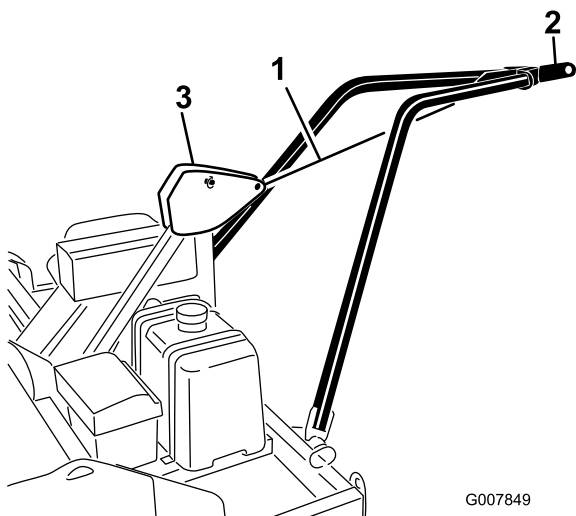

Рисунок 12
2. Используя стяжку или канат, поднимите буксировочный кронштейн и прикрепите сцепную пластину буксировочного кронштейна к шарниру сцепной рамы (Рисунок 12).